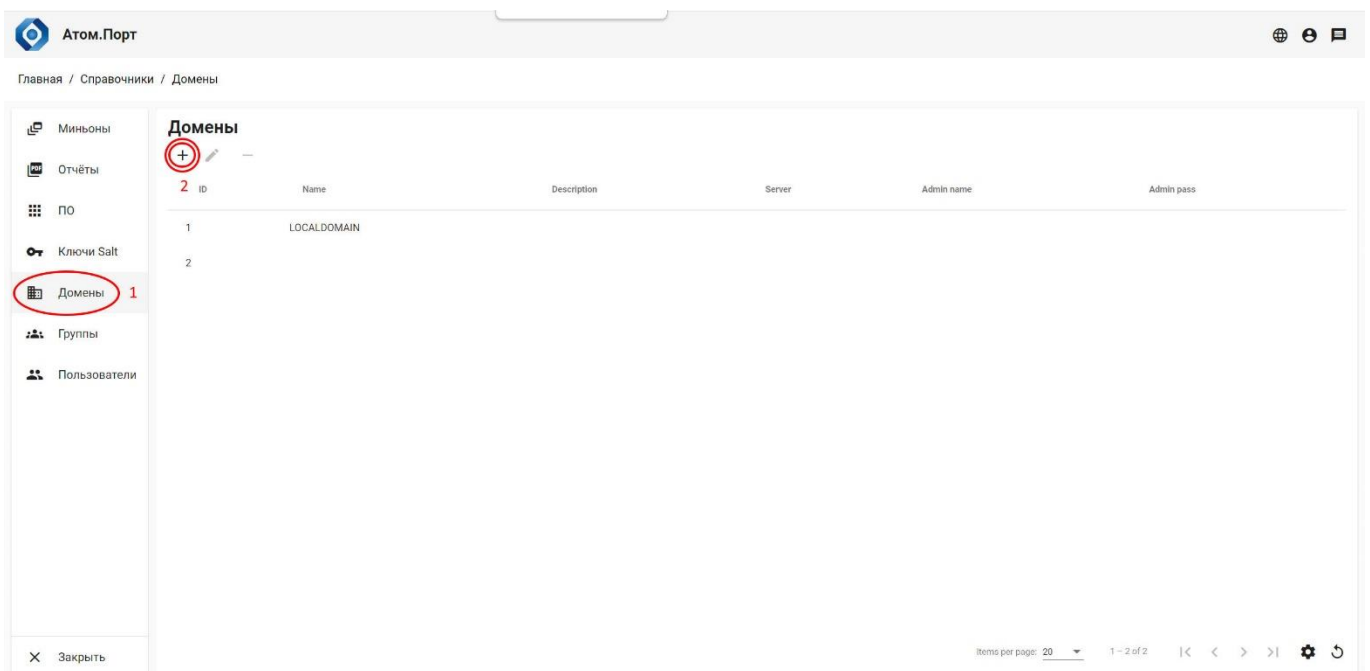

Рисунок 10 – Список доменов
1. В главном меню веб-интерфейса перейти на страницу «Справочники» / «Домены» (Рисунок 10, поз. 1).
2. Для создания описания нового домена нажать пиктограмму «+» (Рисунок 10, поз. 2).